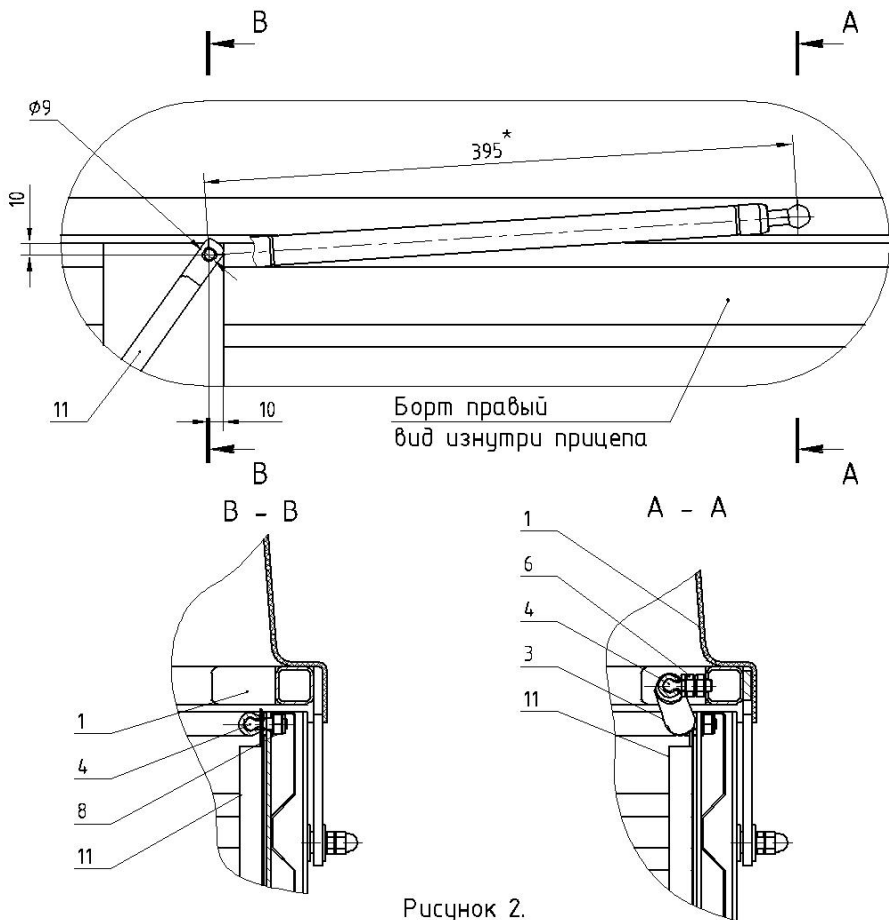

Рисунок 2.
11. Прикрутить верхние шаровые шарниры 4 через дистанционную гайку 6 (рис. 2, сечение А-А и сечение В-В).
12. Просверлить отверстие $\varnothing 9$ мм в левом и правом борту прицепа на расстоянии 10мм от верхнего края борта и 10мм от заднего края стойки, как показано на рис.2.
13. Прикрутить нижние шаровые шарниры 4 (рис. 2, сечение Б-Б).
15. Установить стопоры газового упора 10 и 11 (рис. 2).